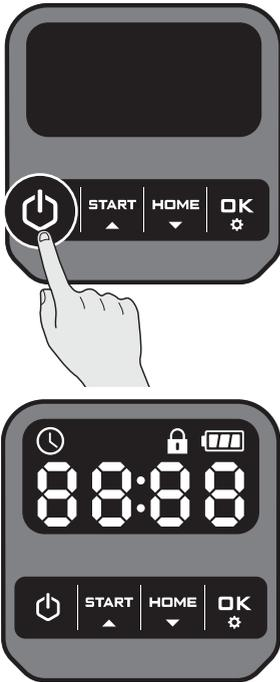

Fig. 21
Utilisez l'interface utilisateur (5) pour régler le programme de fonctionnement, vérifier l'état du produit ou commander la tondeuse robot par intervention de l'utilisateur (Fig. 21).